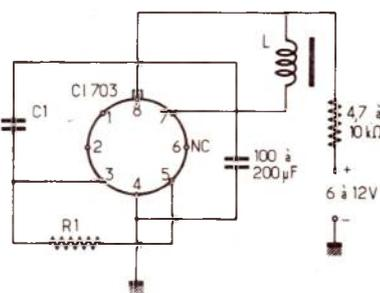
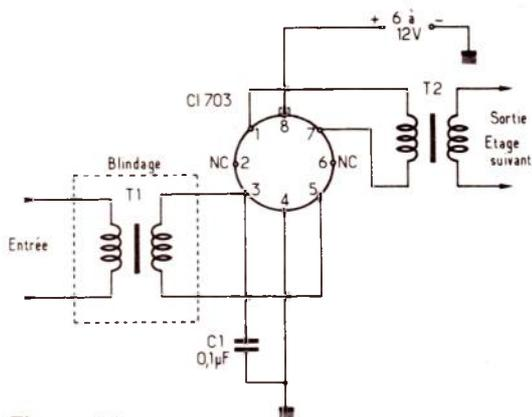

Figure 10
Figure 11
Le montage de la sirène électronique est donné à la **figure 10**. En moyenne fréquence (FI) le 703 permettra de réaliser un étage amplificateur à grand gain. Le schéma de montage est donné à la **figure 11**.